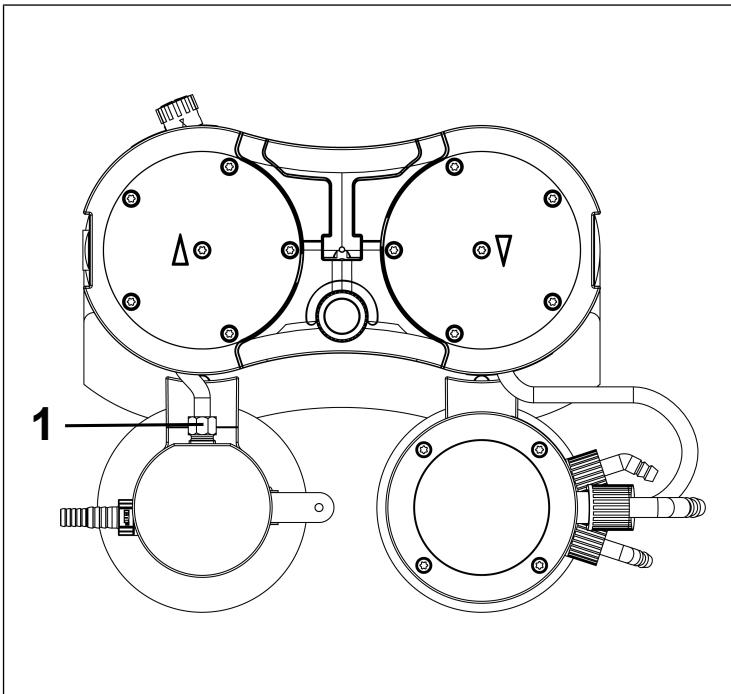

Fig.10: Desserrage du raccord de tuyaux
1. Desserrez la vis chapeau du raccord de tuyaux (1/Fig. 10) des composants du système de vide.
**i** Pour desserrer la vis chapeau du raccord de tuyaux du piège à liquide (1/Fig. 10), le cas échéant, une clé à fourche d'ouverture 14.
10. Vissez la vis chapeau du raccord de tuyaux du piège à liquide (1/Fig. 10) sur l'adaptateur du piège à liquide jusqu'en butée.
- i** Pour serrer la vis chapeau du raccord de tuyaux du piège à liquide (1/Fig. 10), utilisez le cas échéant une clé à fourche d'ouverture 14.